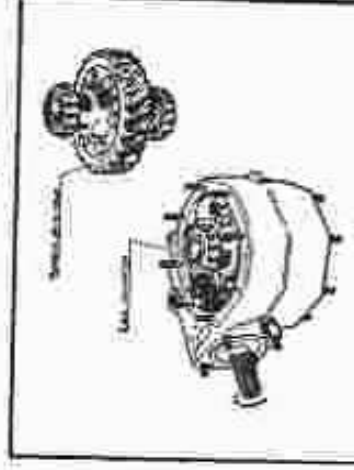

Fig. 50. — Mise en place du différentiel.
- Introduire le mécanisme dans le carter, côté marqué de la coupure vers la droite (côté couvercle) (fig. 50).